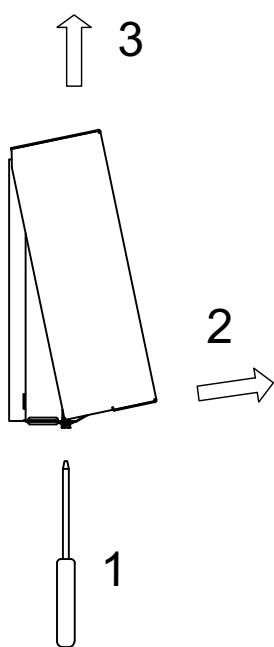

Fig. 3.2: Ouvrir le couvercle
- Ouvrir le couvercle du régulateur (Fig. 3.2 - page 3)